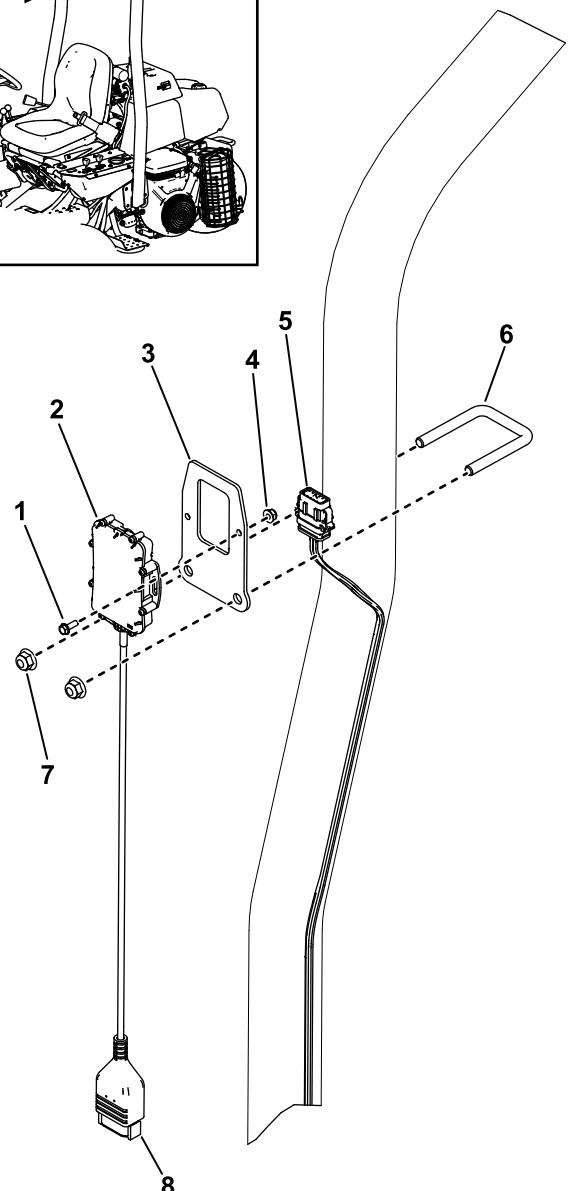

Figura 5
1. Utilizzate un bullone a U e 2 dadi ($\frac{3}{8}$ ") per fissare la piastra del dispositivo al roll bar (Figura 5).
2. Montate il connettore del dispositivo al connettore del sistema telematico contrassegnato come P02 (Figura 5).
Utilizzate 2 bulloni (#10) e 2 dadi (#10) per fissare il dispositivo telematico alla staffa del dispositivo (Figura 5).